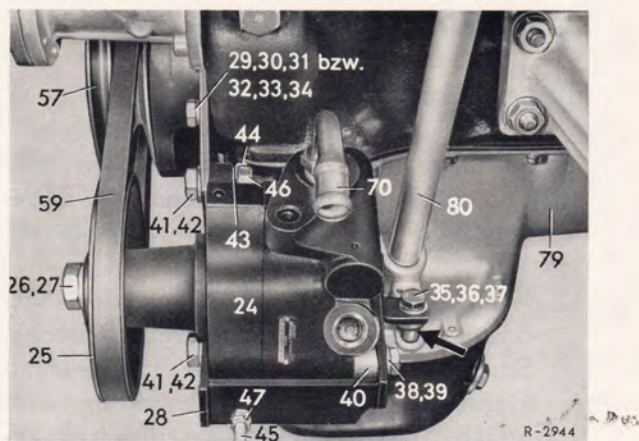

Bild 46-5/4
12. Falls noch bei den Typen 190 C und 190 DC ein Ölwanne-Oberteil ohne Auge eingebaut ist, muß der Motor ausgebaut und das Ölwanne-Oberteil gegen ein neues **mit Auge** (79) (siehe Pfeil im Bild 46-5/4) ausgewechselt werden (Einzelheiten siehe Werkstatt-Handbuch PKW-Typen ab August 1959, Arb.-Nr. 00-1 bzw. Werkstatt-Handbuch OM Dieselmotoren, Arb.-Nr. 01-21).